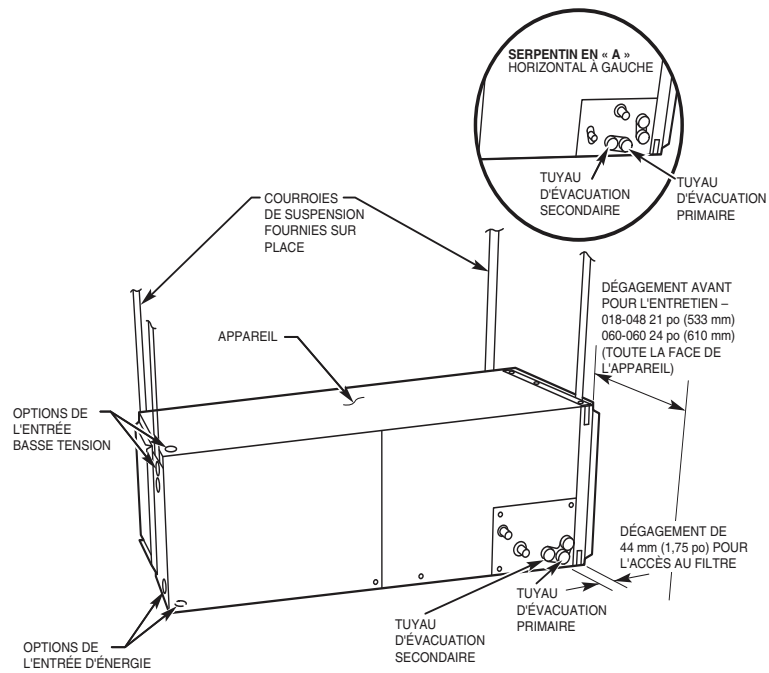
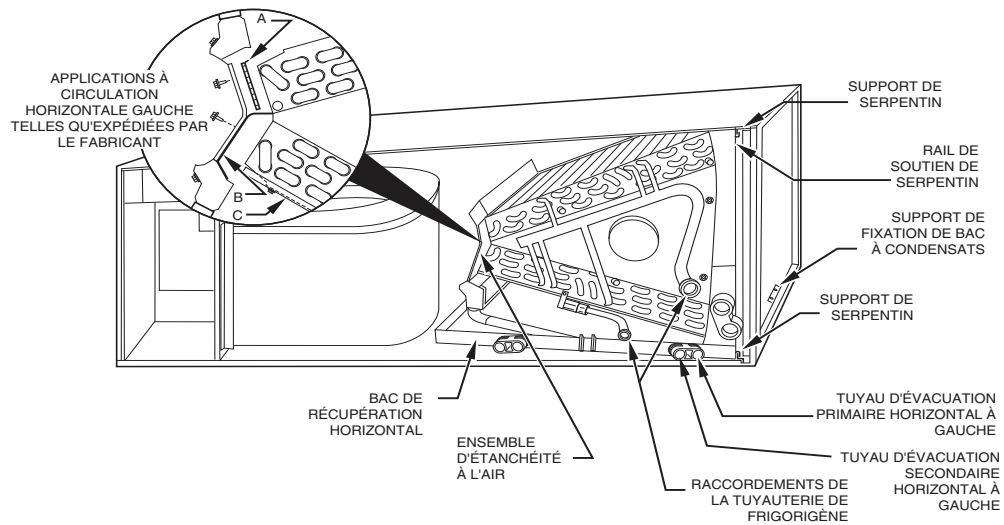

Figure 2 – Serpentin incliné dans une application horizontale à gauche (configuré en usine)
Figure 3 – Serpentin en A dans une application horizontale à gauche (configuré en usine)
Lors de l'installation de l'appareil, les panneaux d'accès ne doivent pas être tournés vers le haut ou vers le bas. Tous les autres appareils sont fabriqués en usine pour une installation horizontale gauche (Fig. 2 et Fig. 3). Lorsque vous suspendez l'appareil au plafond, les embrèvements du caisson indiquent l'emplacement approprié des vis de fixation des bandes perforées en métal (Fig. 2).
- b. Retirez le répartiteur d'air (B) de l'ensemble d'étanchéité du serpentín en retirant les trois vis (Encart Fig. 3).
- c. Retirez la plaque de substitution (A) et installez le répartiteur d'air (B) à la place de la plaque de substitution.
- d. Installez la plaque de substitution (A) comme illustré pour l'application horizontale droite.
- e. Enlevez les goulottes à condensats (C) et installez-les sur les plaques tubulaires opposées.